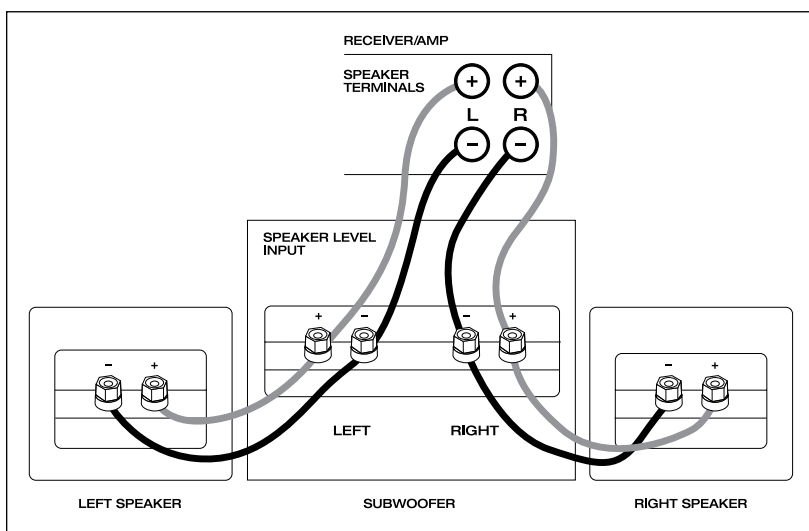

Fig. 4
2. Entrée niveau des enceintes (Fig. 4) – à utiliser avec un syn-
Avec un câble pour enceinte de haute qualité, raccorder le caisson comme l'illustre. Pour plus d'aisance, il est également possible de raccorder les enceintes avant à ces bornes (également illustré à la Fig. 4).